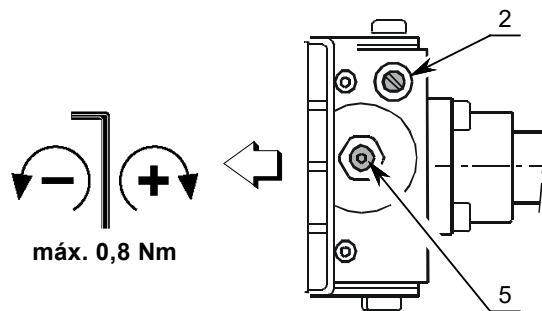

Fig. 7
- desenroscar el tornillo 2)(Fig. 7) y conectar un manómetro;